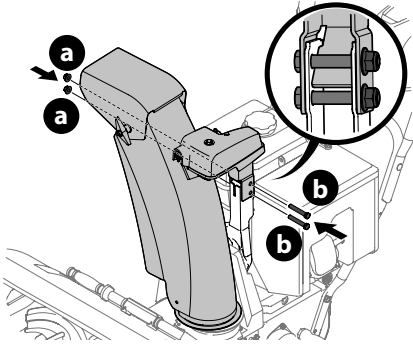

Figure 22
- Retenez la tête de commande au support de la goulotte avec les écrous autobloquants (a) et les boulons (b) retirés à l'étape 1. Voir (Figure 22).